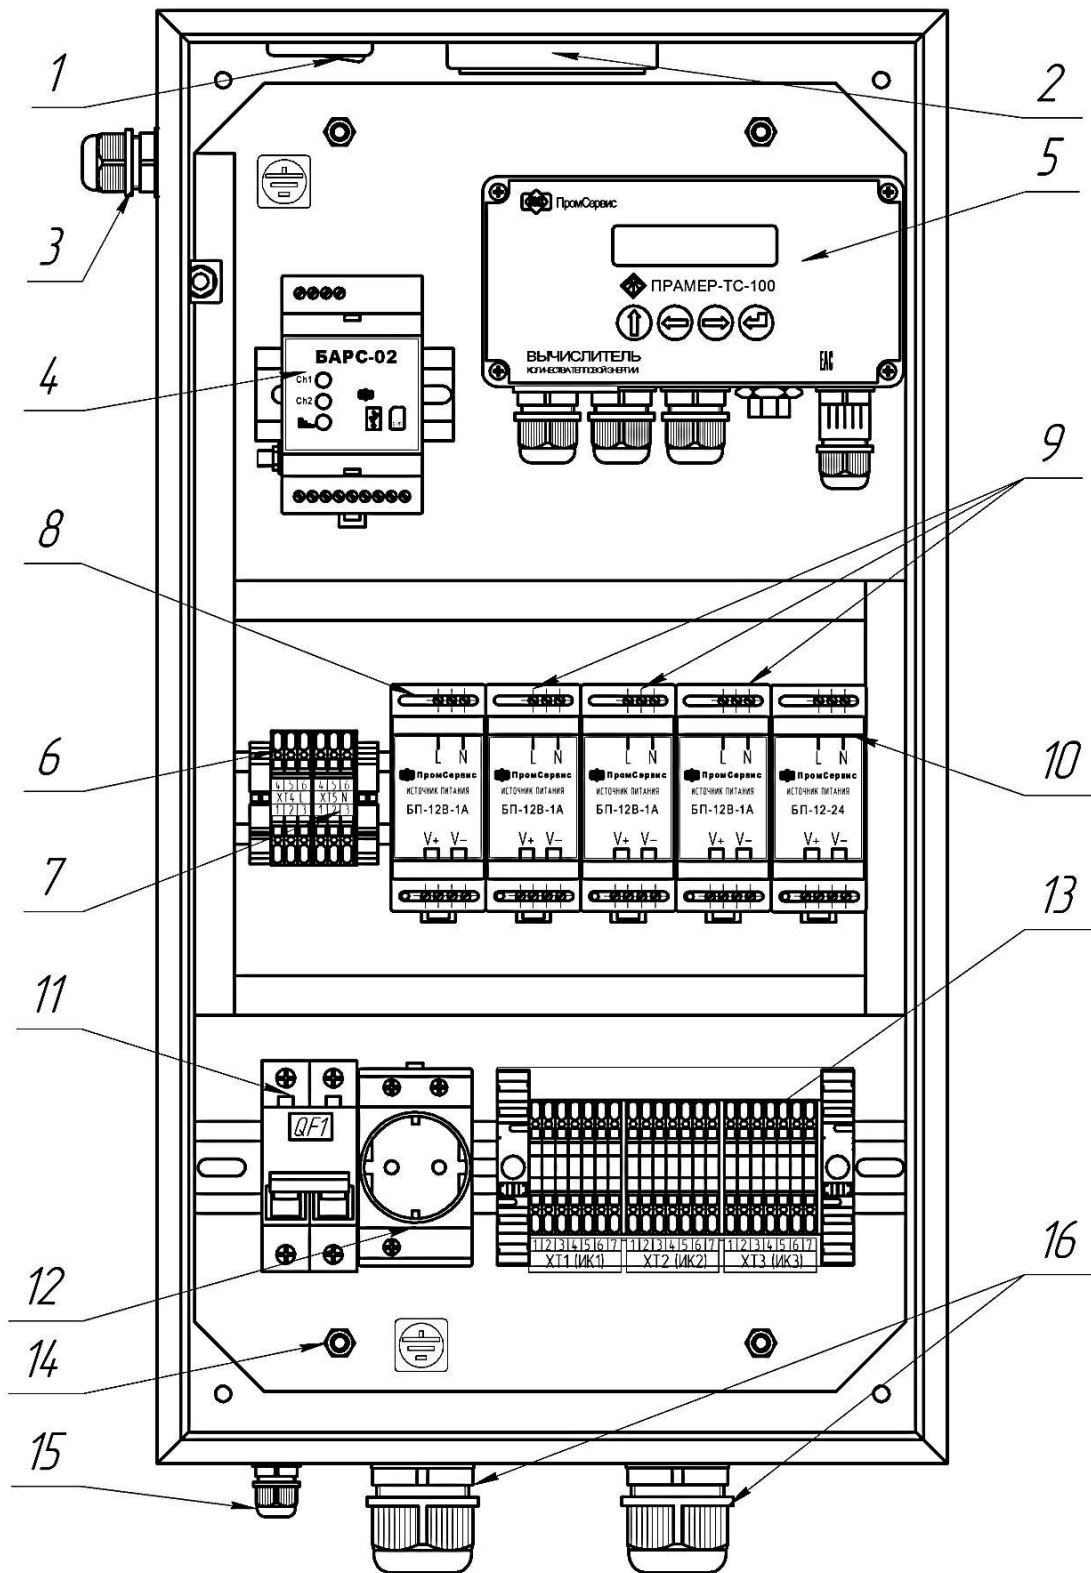
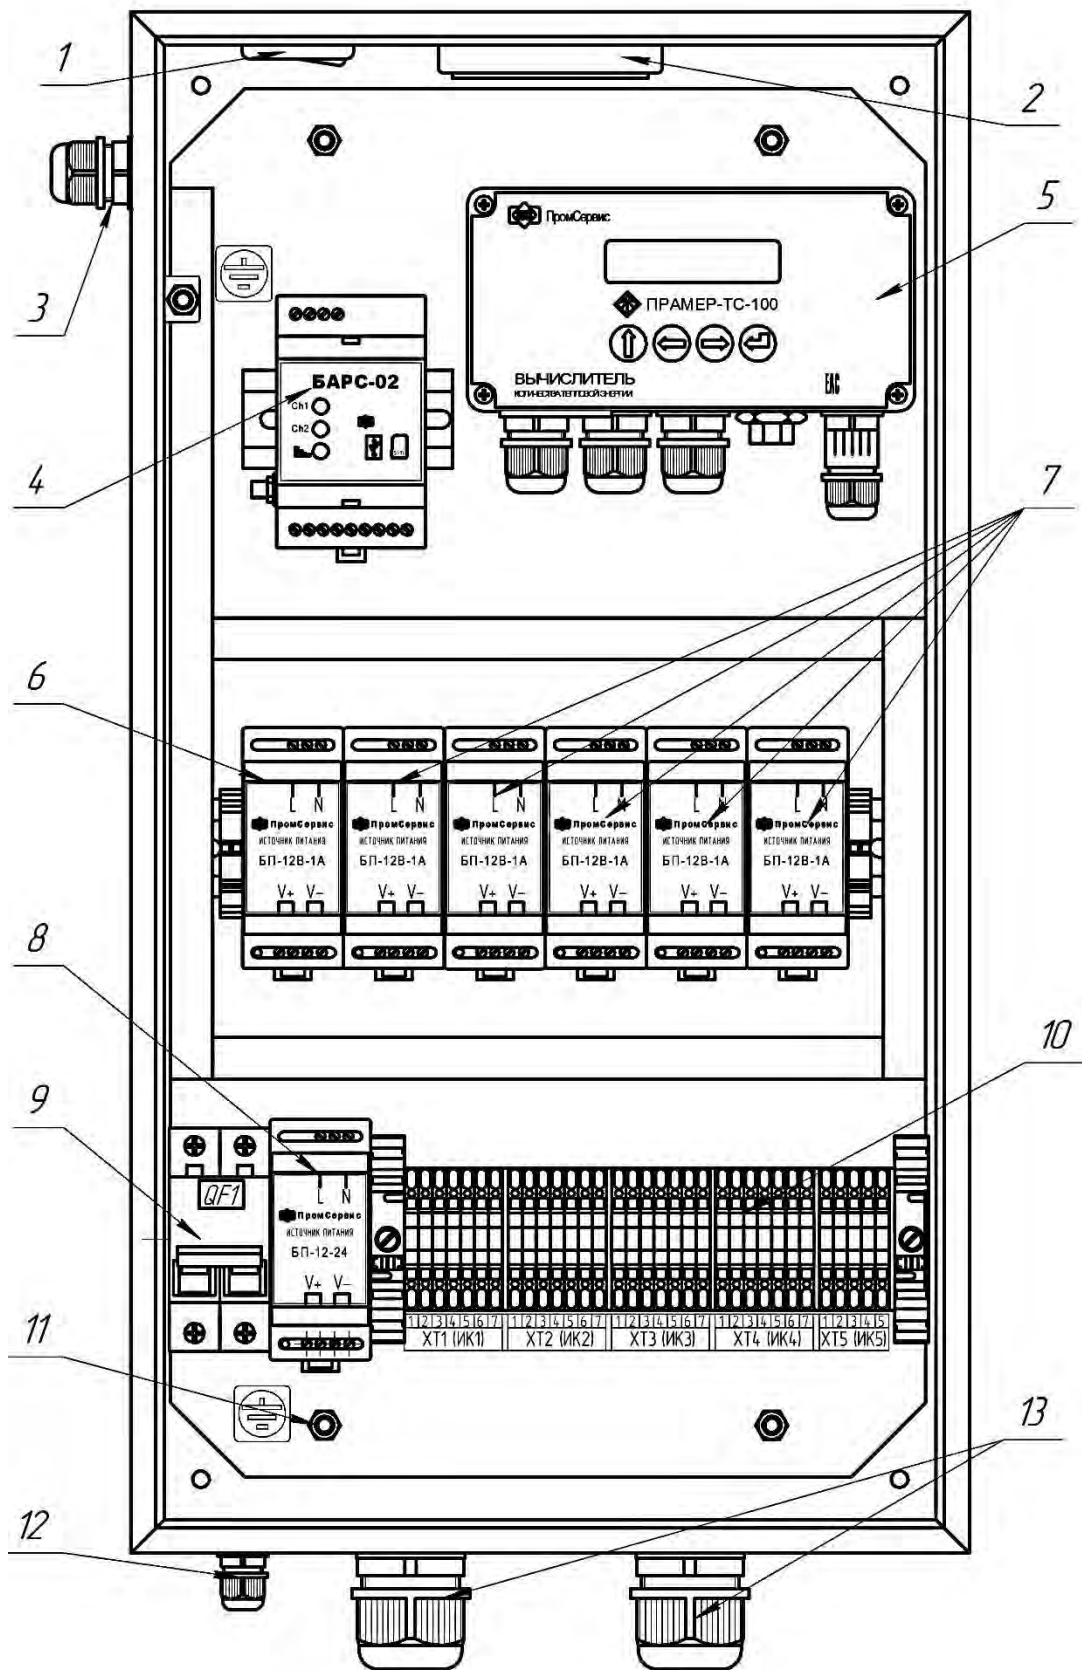

Рисунок 1 - Схема расположения составных элементов ШСУ-90-333-1:
Рисунок 2 - Расположение компонентов внутри ШСУ-90-544-1:
- 6.4 К болту заземления (поз.14 на рис.1, поз.11 на рис.2), подключить контур заземления узла учёта.